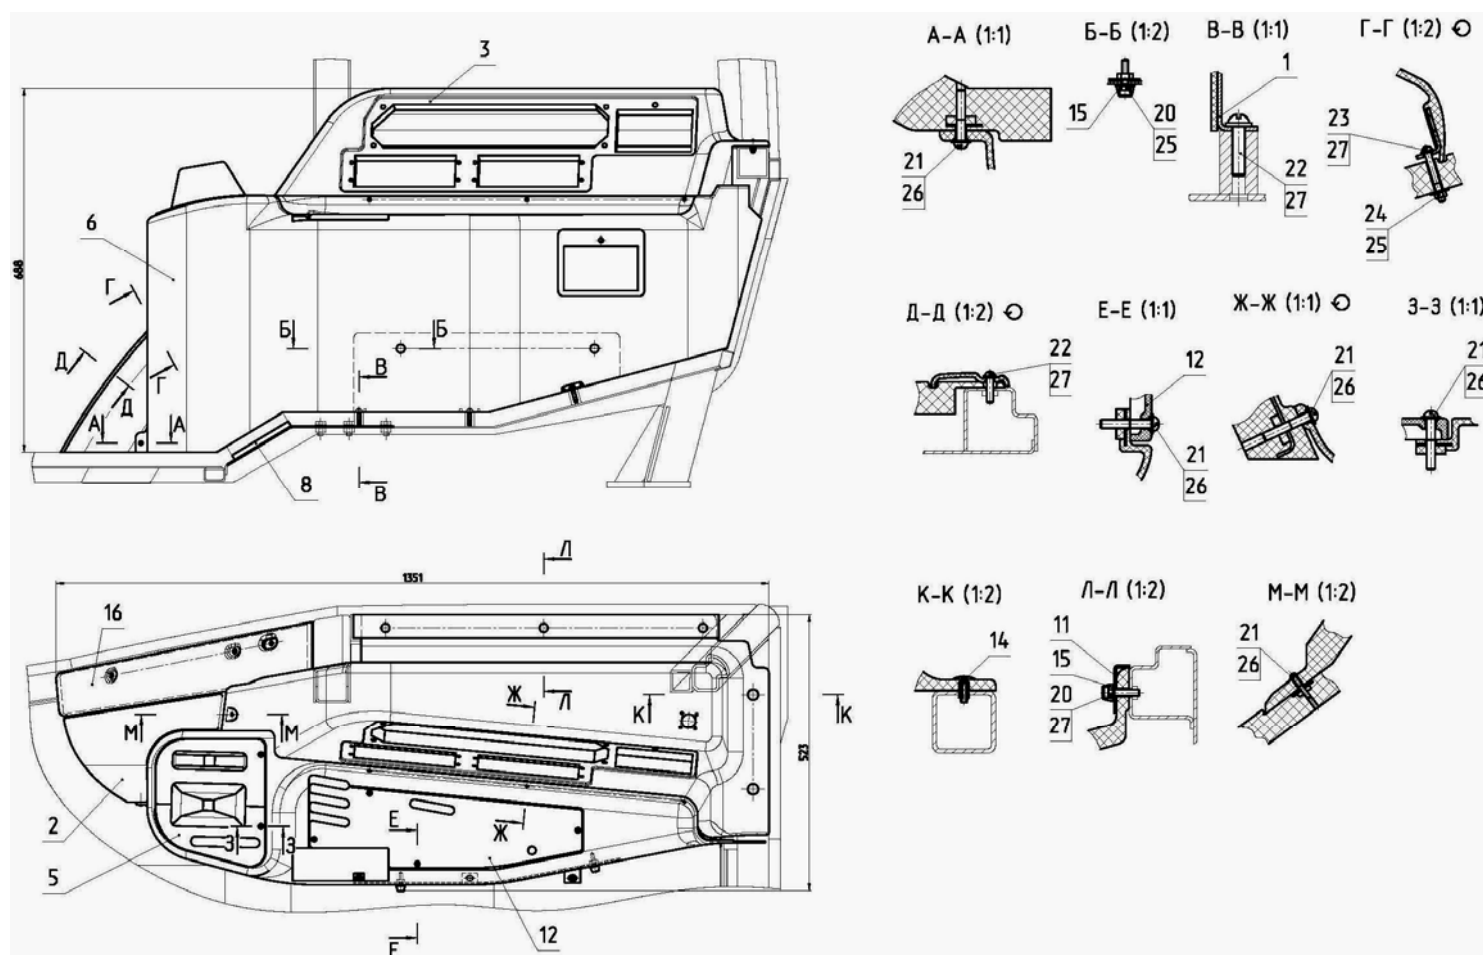

Рис.7.13
- 1) открутите винты (21), (рисунок 7.13), (сечения Е-Е и 3-3) и снимите крышки (5) и (12);
- 2) открутите винты (20), (рисунок 7.13), (сечение Б-Б), (21) (сечения Ж-Ж и М-М), (22) (сечение Д-Д) и демонтируйте пульт (6) вместе с панелью (2);
- 3) открутите винты (22), (рисунок 7.13), (сечение В-В) и снимите панель (1);
- 4) открутите винт (21), (рисунок 7.13), (сечение А-А) и гайку (24) (сечение Г-Г) и снимите панель (2);
- 5) открутите болты (20), (рисунок 7.13), (сечение Л-Л), снимите кнопки (14) (сечение К-К) и демонтируйте панель (3).